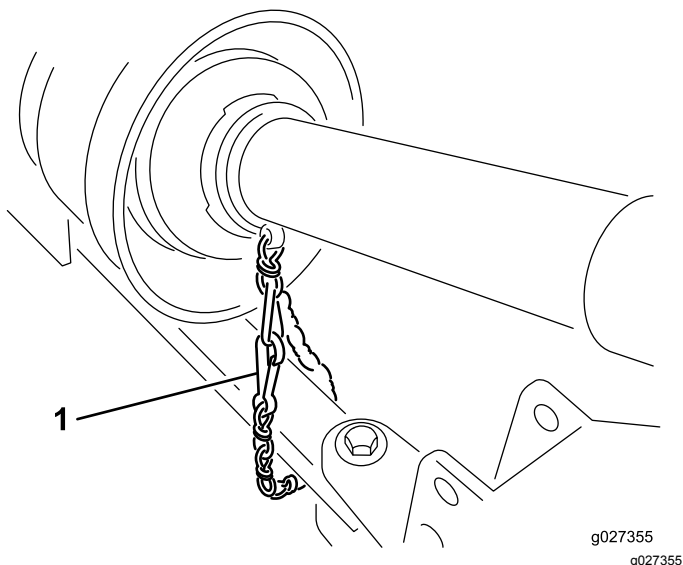

Figura 7
5. Ligue a corrente de segurança da proteção à unidade de tração (Figura 7).